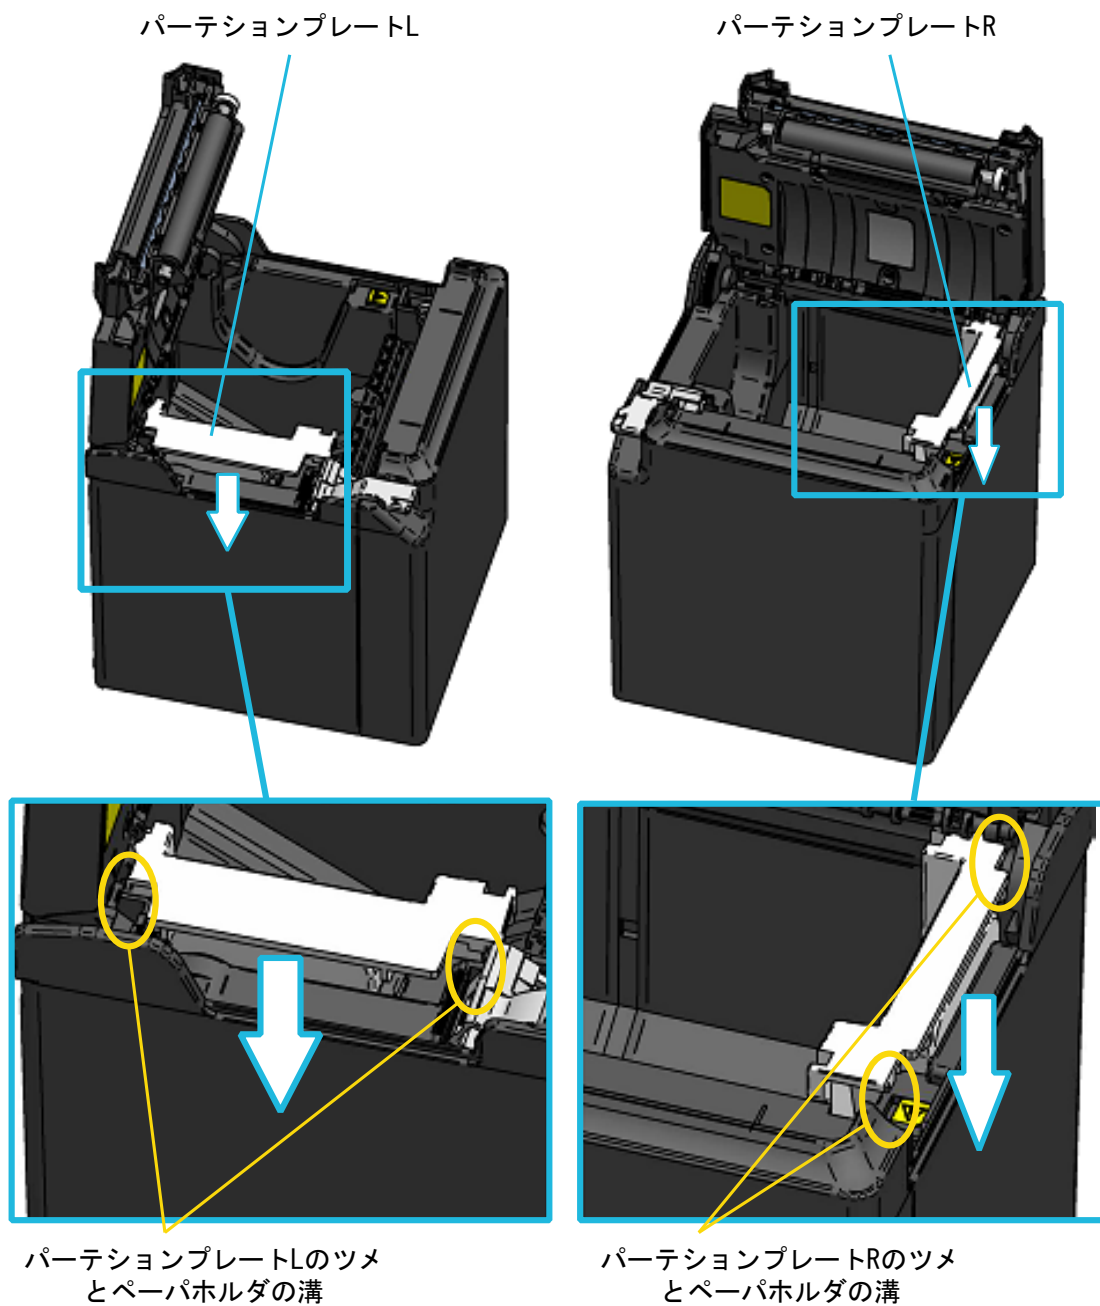

図 14-3 パーティションプレートの取り付け（3）
- ⑤ パーティションプレートL、パーティションプレートRを、ペーパーホルダ内側面に沿わせながら図 14-3 の矢印方向にスライドさせてください。